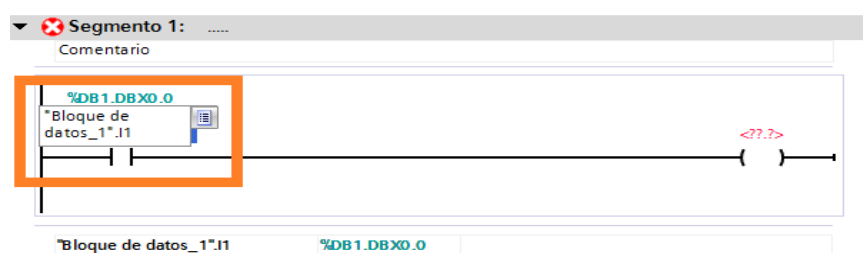

Figura 109: Bloque de datos_1.I1
2. Dar clic derecho en la entrada I1 como se indica en el cuadro naranja y seleccionar "Bloque de datos_1.I1" Figura 109.